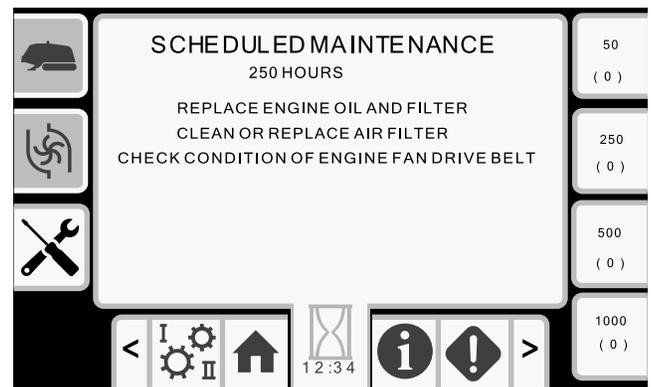

Figura 49
- Botón 6 – Programa de mantenimiento de 250 horas (Figura 49)